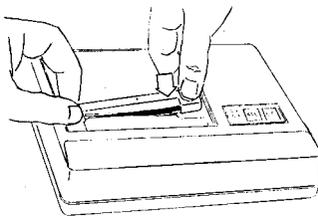
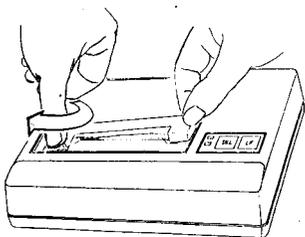

图 2-5 先放左端
图 2-6 按箭头方向转动旋钮
3、取新的色带盒，掌握色带盒的姿势同步骤 2。首先将左端轻轻放在机头左端的齿轮轴上，右端稍微抬起，不要放下，如图 2-5 所示。这时如发现左端压下时较吃力，请再抬起色带盒，如图 2-6 所示，右手拿稳色带盒，左手拇指按住色带盒左面的旋钮，按箭头方向稍微转动一下，再重新放下色带盒。这个过程也许要重复几次。